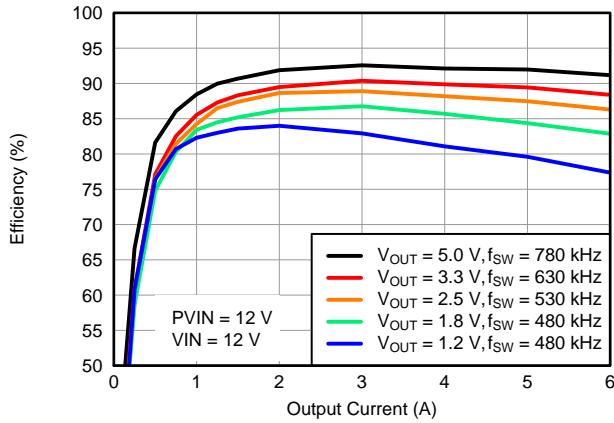
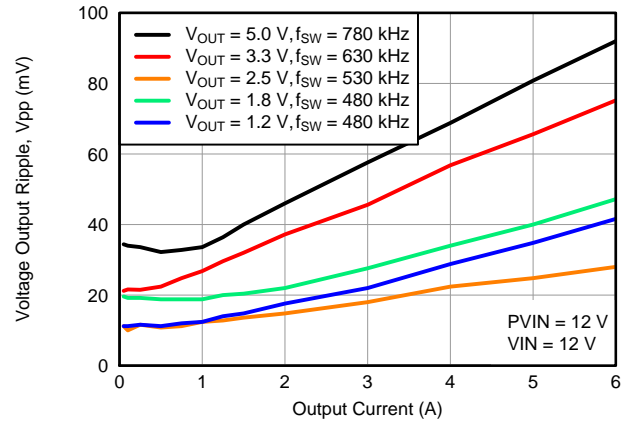
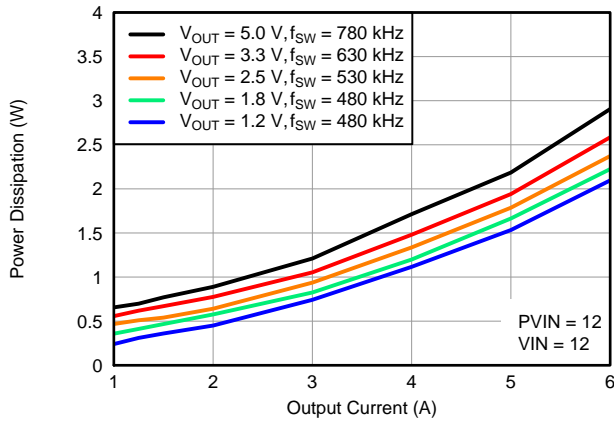

Abbildung 1. Wirkungsgrad/ Ausgangsstrom
Abbildung 2. Spannungswelligkeit/ Ausgangsstrom
Abbildung 3. Wärmeableitung/ Ausgangsstrom
- (1) Die elektrischen Eigenschaftsdaten wurden anhand von bei 25 °C tatsächlich getesteten Produkten entwickelt. Diese Daten gelten für den Wandler als typisch. Gilt für Abbildung 1, Abbildung 2 und Abbildung 3.